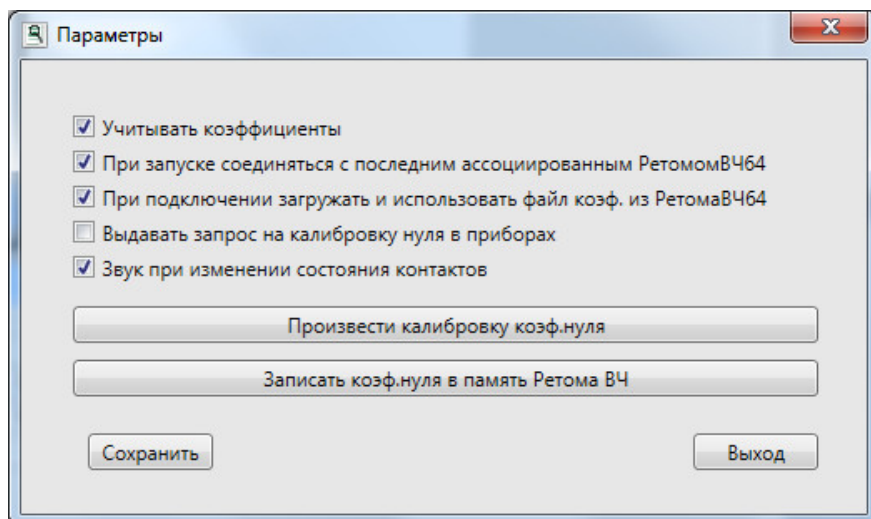
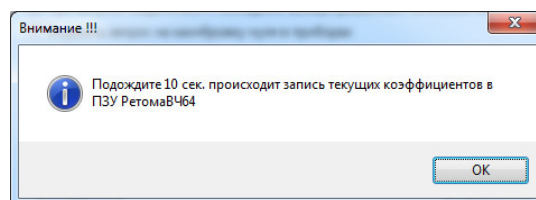

Рисунок 9.6.4 – Окно Параметры
Рисунок 9.6.10 – Сообщение о записи коэффициентов
В разделе Параметры (рисунок 9.6.4) можно выставить галочки для учета файла поправочных коэффициентов, для автоматического соединения с последним ассоциированным устройством РЕТОМ-ВЧ/64, для загрузки файла коэффициентов из прибора, для звукового оповещения об изменении состояния контактов, а также для выдачи запроса на калибровку нуля в устройствах. При нажатии на кнопку «Ок» внесенные изменения сохраняются, а при нажатии на кнопку «Выход» запоминания внесенных изменений не происходит.
- «Выдавать запрос на калибровку нуля в приборах» после включения программного тумблера соответствующего прибора будет выдаваться запрос на калибровку нуля. Также калибровку коэффициентов нуля можно произвести, нажав на кнопку «Произвести калибровку коэф.нуля» (рисунок 9.6.4).
Далее необходимо сохранить полученные в результате калибровки коэффициенты в память РЕТОМ-ВЧ/64, для этого необходимо нажать на кнопку «Записать коэф.нуля в память Ретом ВЧ» (рисунок 9.6.4). Появится сообщение (рисунок 9.6.10).